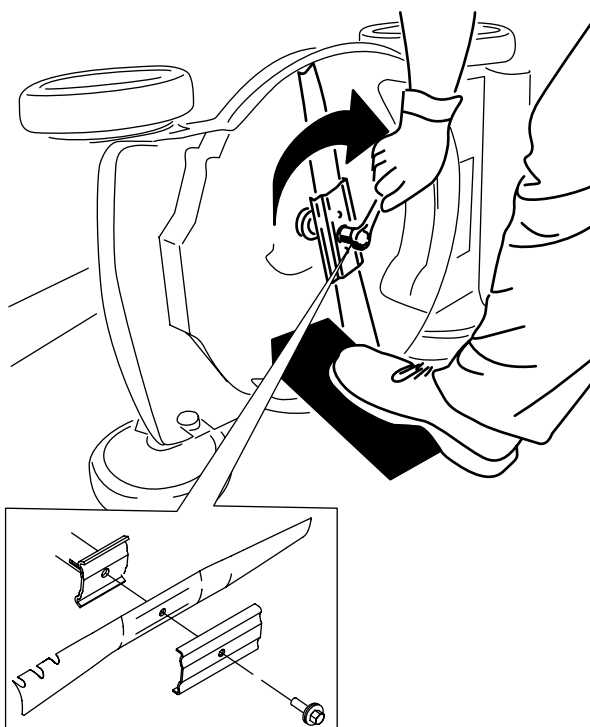

Figura 22
4. Montate la nuova lama, la staffa e il bullone della lama (Figura 22).